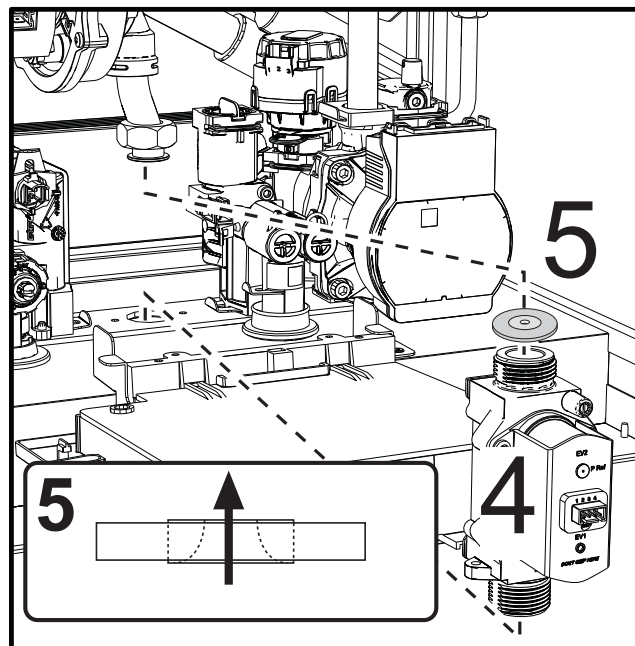

Abb. 44
- Das Gasventil "4" und die Gas-Vordrossel "5" herausnehmen (abb. 44).